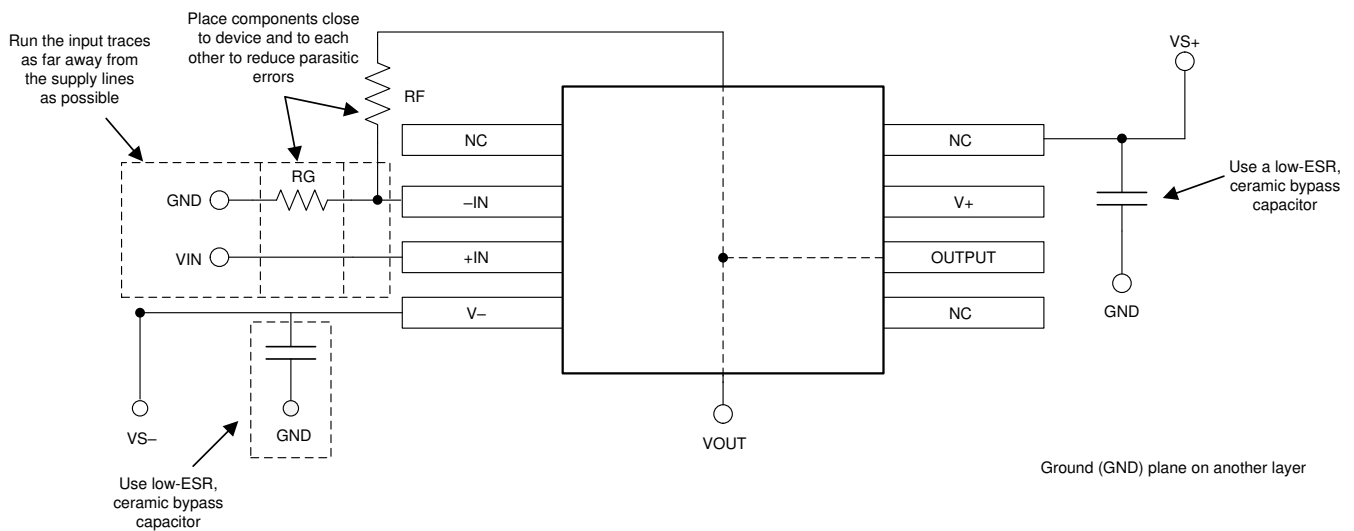

图 7-4. 同相配置的运算放大器电路板布局
- 外部元件应尽量靠近器件放置。如图 7-4 所示，保持 RF 和 RG 接近反相输入可以更大限度地减少寄生电容。